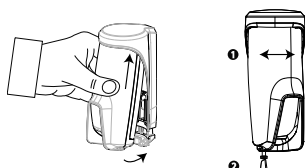

Figure 6: Enclenchement dans l'appareil
- Pendant que le voyant clignote, fixez le détecteur au support en resserrant la vis inférieure (voir Figure 6).